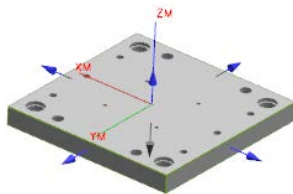

图 6.7.2 毛坯几何体
Step3. 在“工件”对话框中单击  按钮, 系统弹出“毛坯几何体”对话框, 在  选择选项 区域中选择  自动 单选项, 系统自动选取毛坯几何体, 如图 6.7.2 所示, 完成后单击  确定 按钮。